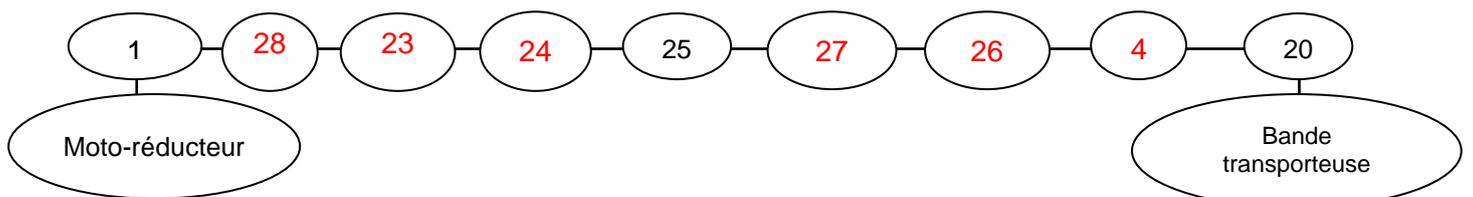

Fig. 7
**Q1-4 :** Compléter la chaîne cinématique fonctionnelle (fig. 7) permettant de réaliser la fonction "mettre en rotation les rouleaux" :